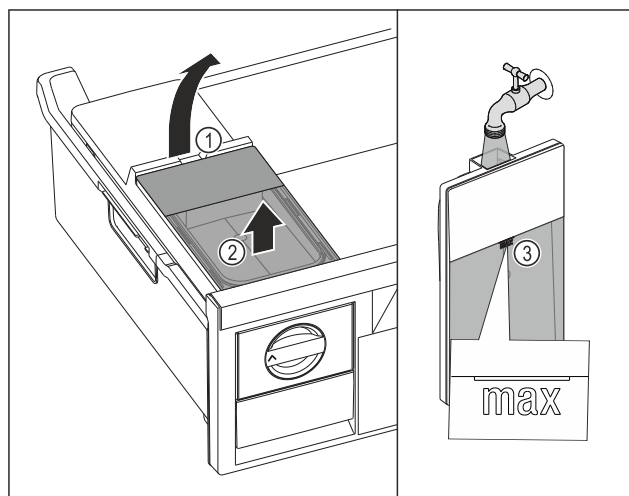

Fig. 156
- Nosta vesisäiliö lovesta Fig. 156 (1).
- Ota vesisäiliö ulos yläkautta. Fig. 156 (2)
- Täytä vesisäiliö juomavedellä merkintään Fig. 156 (3) asti.